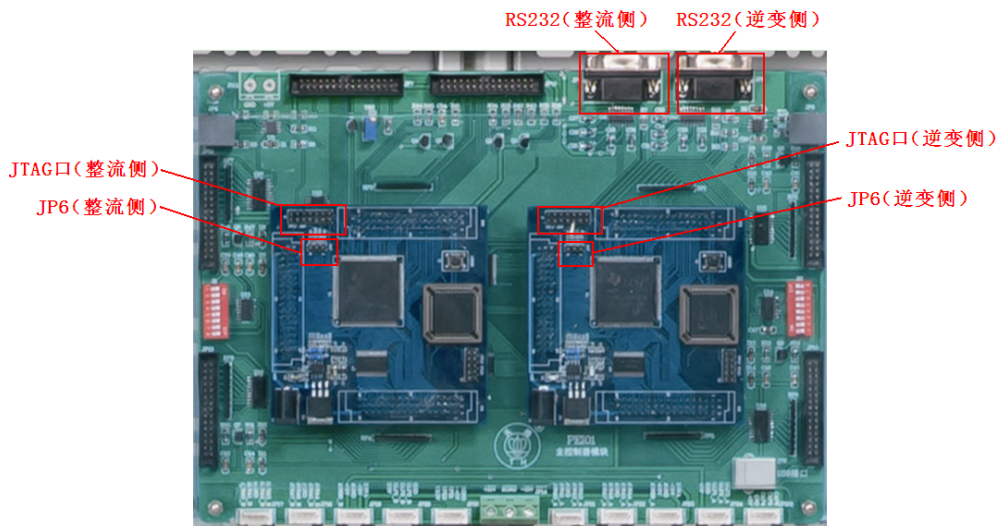

图13 PEI01型主控制器模块
⑨ 参考图13，连接【DSP仿真器】一端到右侧核心板上的【JTAG口（逆变侧）】，然后用USB线连接【DSP仿真器】另一端到PC机上。